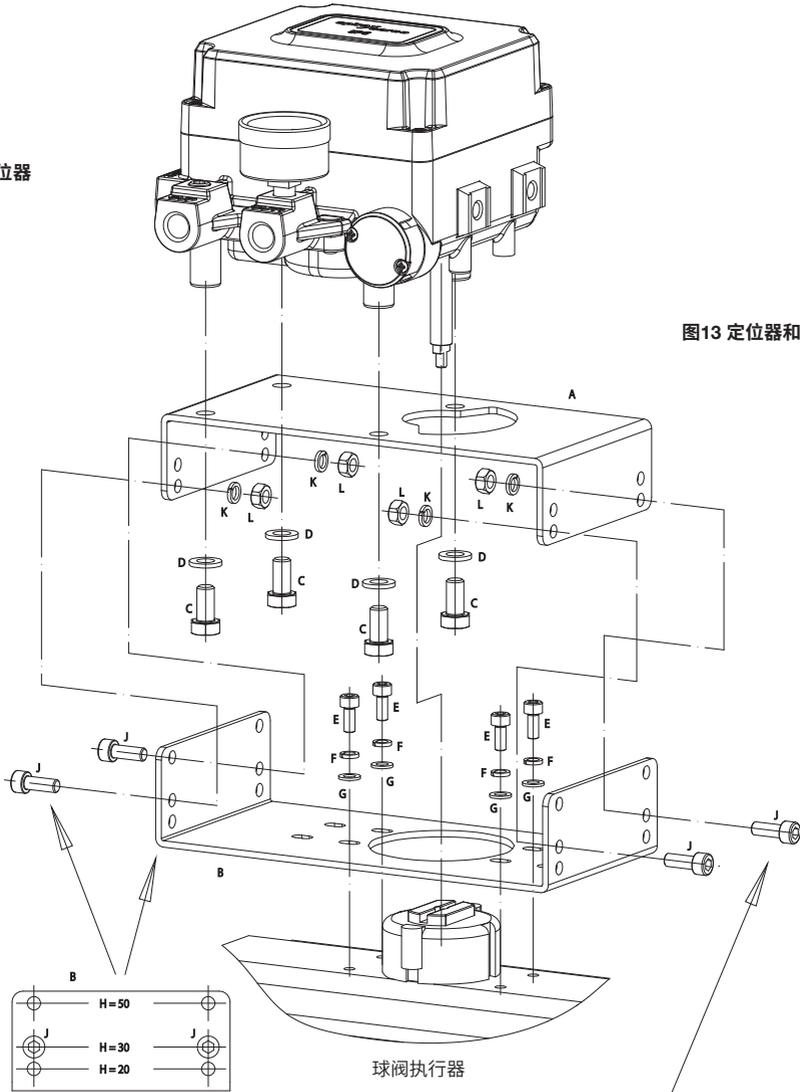

图13 定位器和安装套件
1. Spirax 执行器 (BVA300) 阀杆高度为30mm, 如图13所示组装支架。
2. 请注意, 安装时, 如图13所示设定执行器杆件的角行程位置, 这对于双作用执行器尤其重要。